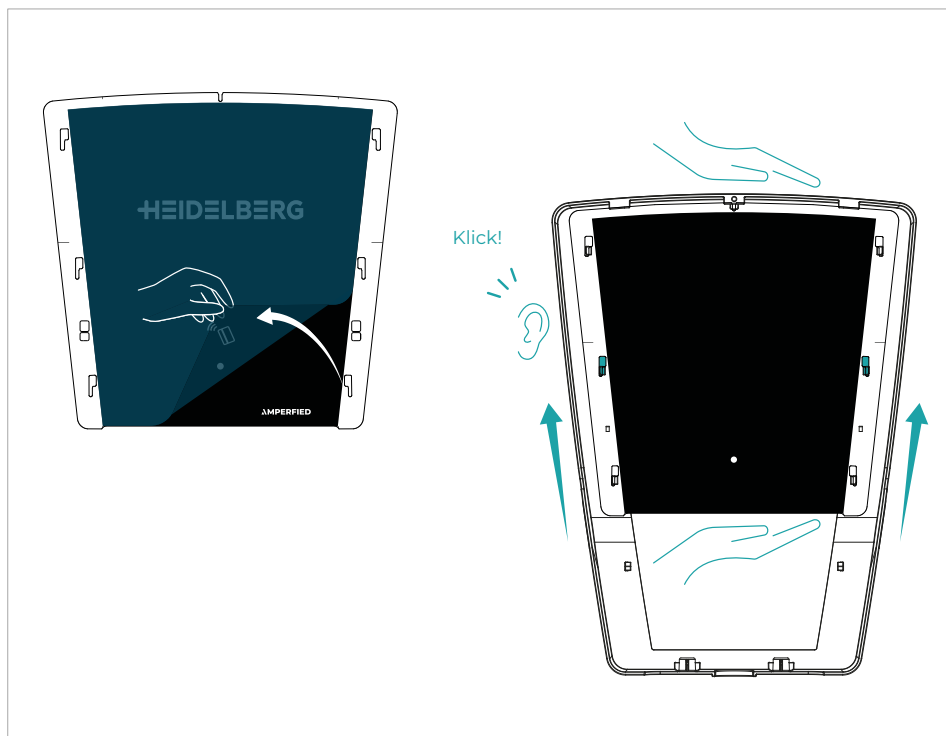

Fig. 9
- Lossa skyddsfilmen från kåpan som i **fig. 9**.